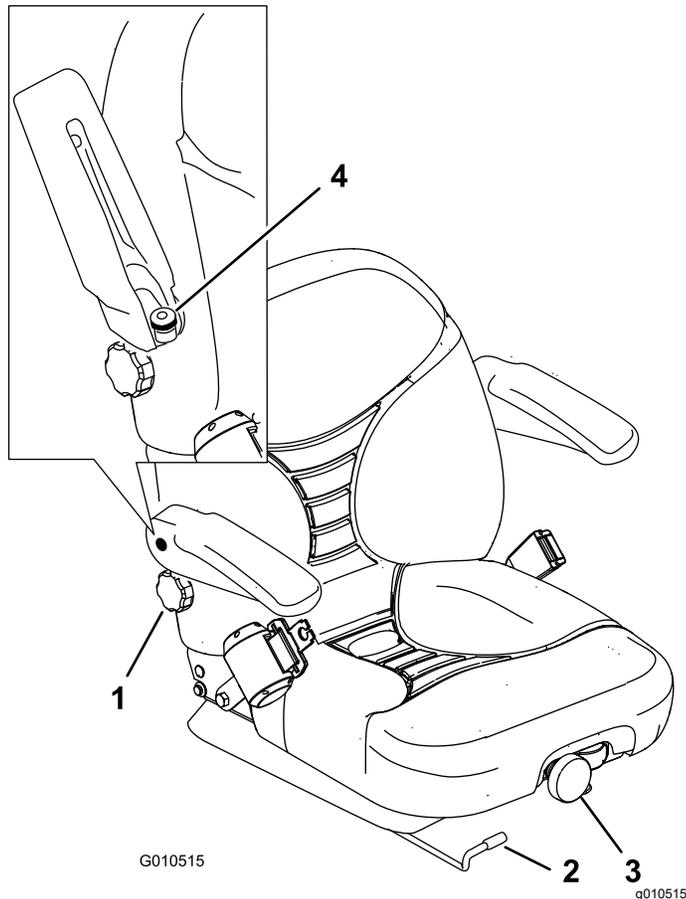

图 30
1. 横向移动控制杆打开座椅的锁定 (图 30)。
要调整座椅可向任一方向旋转前旋钮以提供最佳的舒适度 (图 30)。
要调整座椅可向任一方向旋转旋钮在右扶手下方以提供最佳的舒适性 (图 30)。
提起扶手并向任一方向旋转旋钮以提供最佳的舒适性 (图 30)。